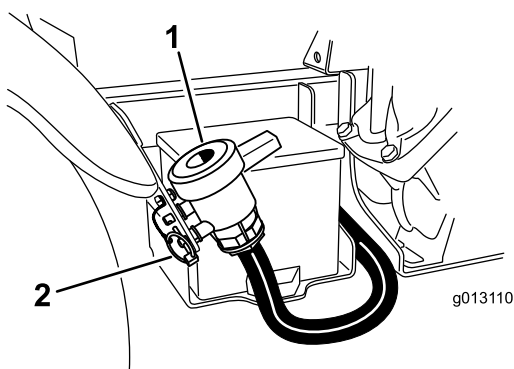

Figura 25
2. Localize a válvula de escoamento do depósito no lado direito da máquina (Figura 25). A válvula encontra-se no guarda-lamas próximo da bateria.